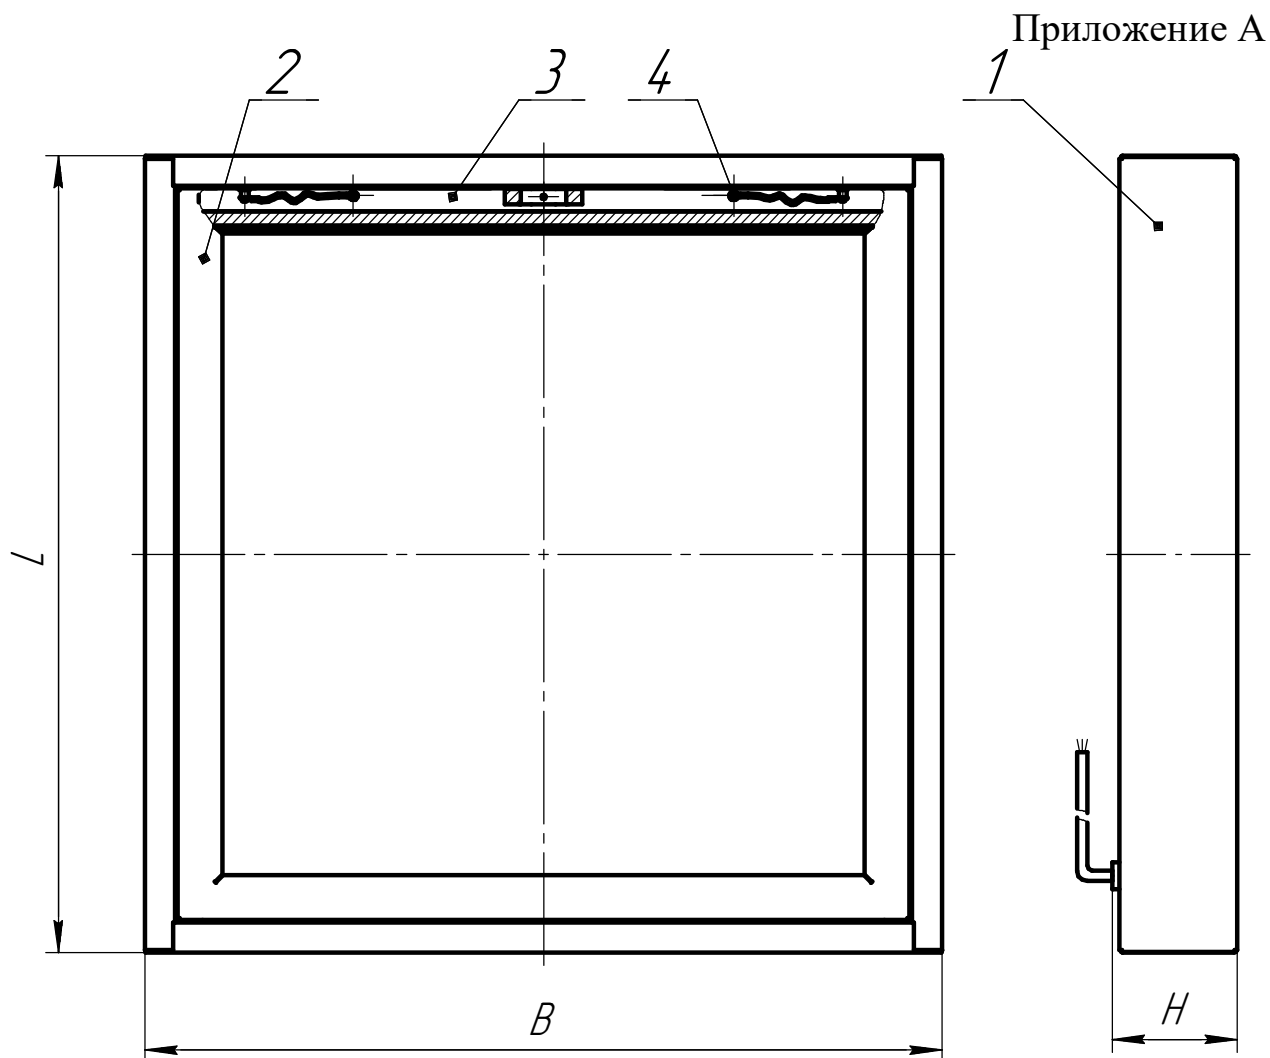

Рис.1 Общий вид светильника.
4.2 Светильник состоит: из корпуса в сборе поз.1, в котором размещена электрическая схема; обечайки декоративной поз.2, обечайки в сборе поз.3 которая закреплена на корпусе в сборе при помощи фиксирующих винтов поз.4 рисунок 1.
6.2. Снимите декоративную обечайку светильника поз.2 (рис. 1)
6.3. Снимите обечайку в сборе поз.3 открутив 8 винтов поз.4 (рис. 1)
6.5. Установите обечайку в сборе поз.3 (рис. 1)
6.6. Установите декоративную обечайку поз.2 (рис. 1)